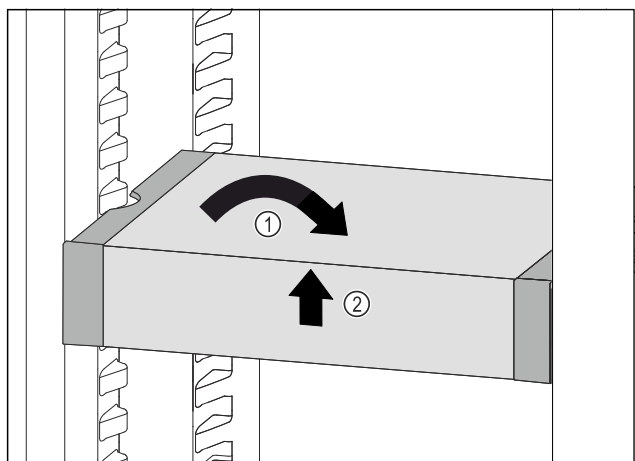

Fig. 46
- Coloque el VarioSafe en posición recta. Fig. 46 (1)
- Levante el VarioSafe por delante. Fig. 46 (2)